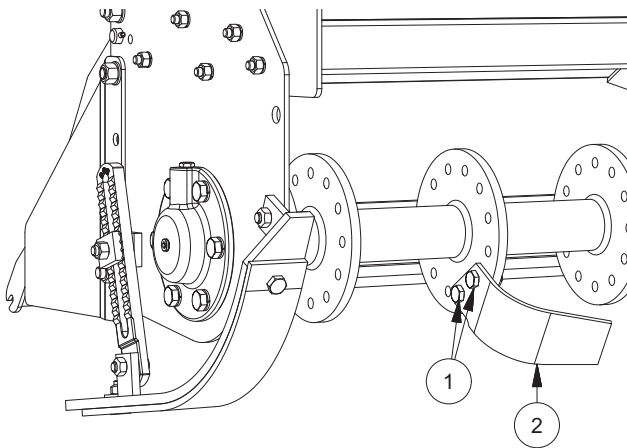

FIG. 18
- Desserrer les deux boulons (1, "Fig. 18").
- Extraire la houe (2).